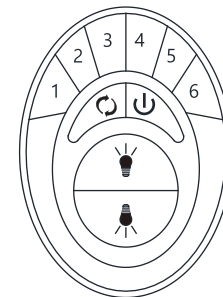

Fig.21
**Étape 1.** Le circuit de dérivation du ventilateur de plafond doit être rétabli au niveau du disjoncteur ou de la boîte à fusibles. Dans les 60 secondes qui suivent le rétablissement de l'alimentation, appuyez sur le bouton « ⏻ » du transmetteur (Fig.21) et maintenez-le enfoncé pendant 5 secondes. Le rétro-éclairage de la télécommande clignote deux fois et le ventilateur tourne pendant plusieurs secondes. Cela confirme que le processus d'appariement est terminé. Le transmetteur est maintenant apparié à votre ventilateur et prêt à être utilisé.